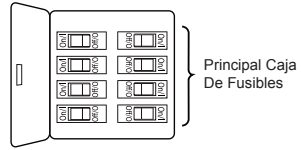

Figura 1
### Uso de perfil bajo (Figura 1)
1. Extraiga las tres pestañas estabilizadoras y la bolsa de plástico del motor. Deshágase de las pestañas estabilizadoras. (Figura 1)
Para evitar una posible descarga eléctrica, asegúrese de cortar la alimentación eléctrica de la caja de fusibles principal antes de colgar el ventilador. (Figura 1)
- 1. Para configurar el código de unidad del receptor. Deslice los interruptores de código a las mismas posiciones que en el transmisor. (Figura 1)